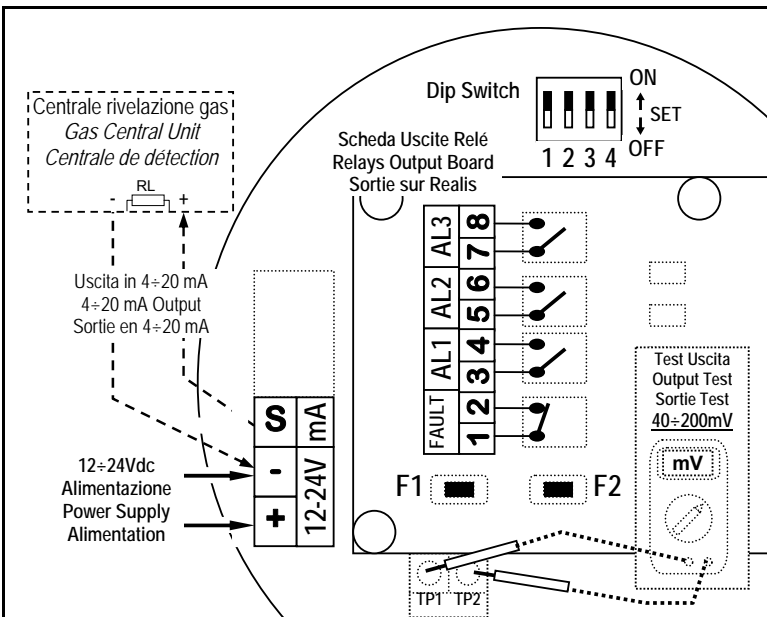

Fig. 2 - Schema di collegamento / Wiring diagram / Schéma
**Raccordements électriques (Fig.2):** la distance maximale à laquelle chaque détecteur peut être alimenté est indiquée dans le Tableau 1 en fonction de la section du câble utilisé. Dans le cas d'alimentation de plusieurs détecteurs en parallèle, il est nécessaire de calculer la chute de tension sur les portions communes des câbles. Un câble sans écran est normalement utilisé, avec 2 conducteurs pour l'alimentation + les conducteurs pour les sorties relais.
**NOTE:** En outre si la sortie en 4÷20 mA est utilisée, vérifiez avec le voltmètre sur les bornes de test "TEST mA" (fig.2) si le valeur entre **184 et 216 mV est atteinte.** [Ou bien que la sortie en mA augmente jusqu'à 20 mA (±1,6) et que la centrale à laquelle le détecteur est connecté, indique 20%LIE (± 2)]. Après cela, la sortie reviens progressivement à 4 mA.